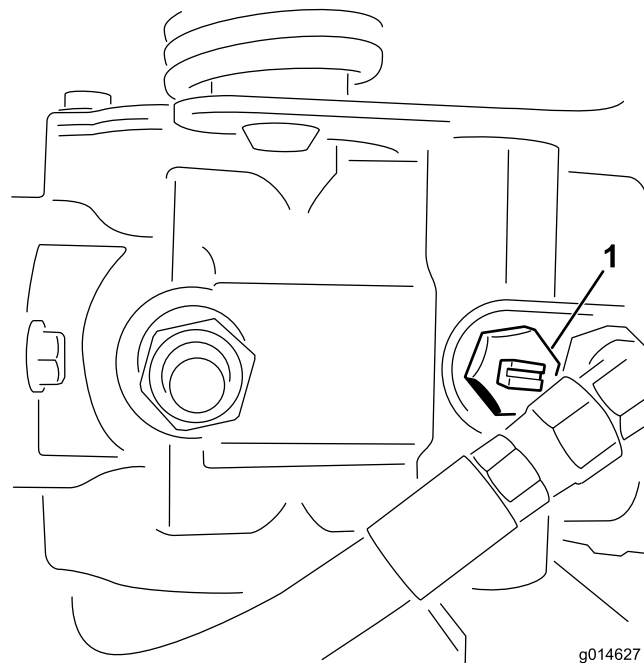

Figura 42
1. Localize a válvula de derivação na bomba e rode-a de forma a que a ranhura fique na vertical (Figura 42).
2. Antes de ligar o motor, feche a válvula de derivação rodando-a de forma a que a ranhura fique na horizontal (Figura 42). Não ligue o motor quando a válvula se encontrar aberta.